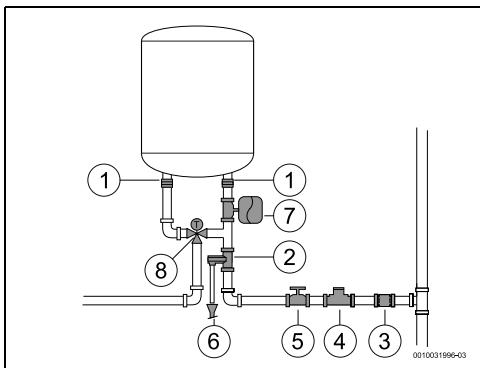

Fig. 11
- Închideți armătura de închidere a apei (→ Fig. 11, [5]).
- ▶ instalarea unei supape reduceri de presiune (Fig. 11, [4]). Supapa de preaplin se va activa atunci când presiunea apei din aparat depășește 8 bari (± 1 bar), motiv pentru care este necesară planificarea unui mod de scurgere a acestei ape.
- ▶ Instalați un vas de expansiune (Fig. 11, [7]) pentru a opri deschiderea supapei de preaplin în mod frecvent. Volumul vasului de expansiune trebuie să fie echivalent cu 5% din volumul aparatului.